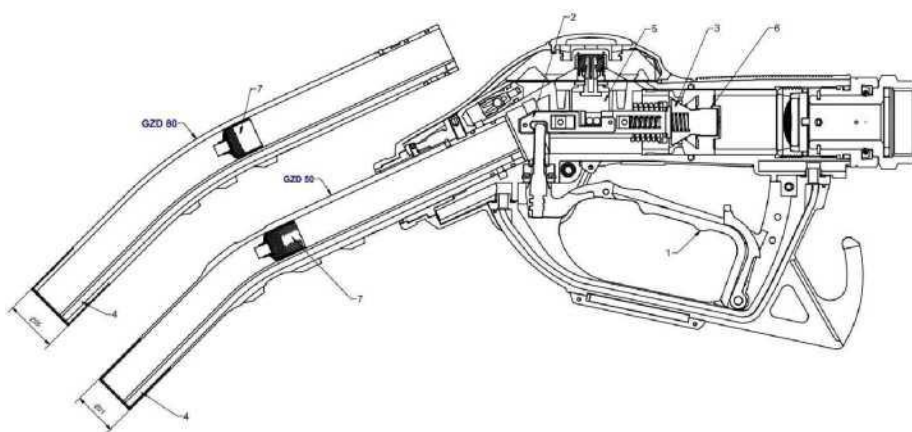

Рисунок 3
Стандартная версия пистолета GZD 50/80 имеет клапан (7), прикрепленный к топливозаправочной трубе, который предотвращает утечку топлива, оставшегося в пистолете GZD 50/80, после заполнения бака автомобиля. (Рисунок 3).